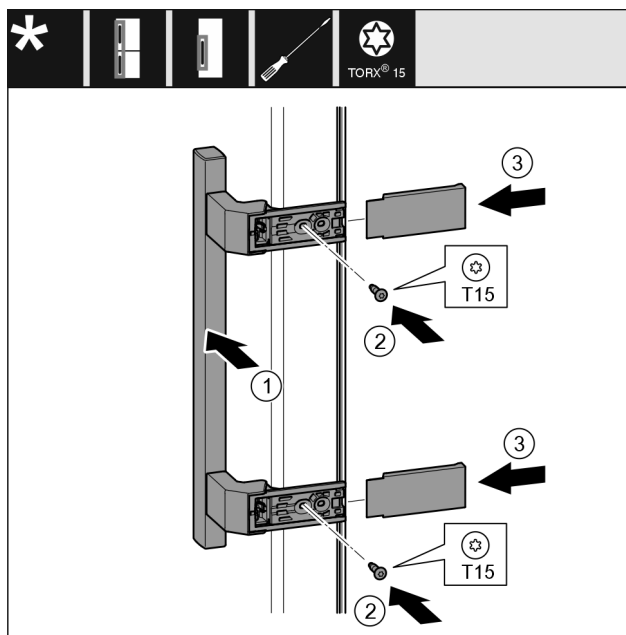

Fig. 19
- Breng het handvat Fig. 19 (1) aan de andere kant aan.
- Schroeven Fig. 19 (2) met een schroevendraaier vastschroeven.
- Plaats de afdekkingen Fig. 19 (3) op de zijkanten en schuif ze erop.